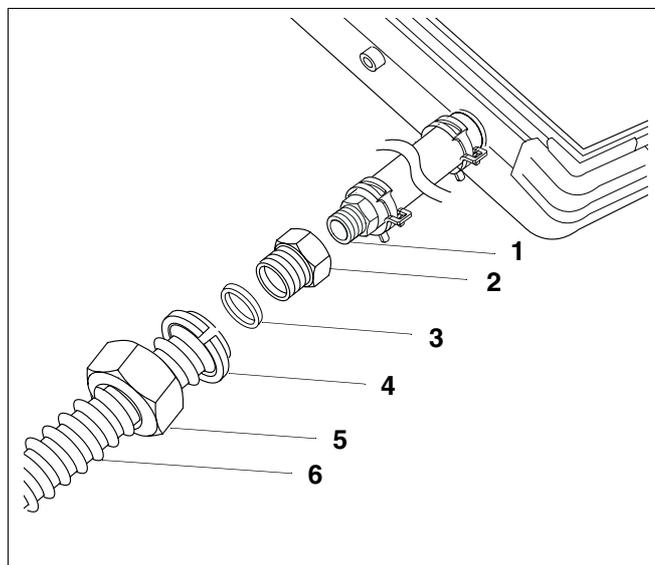

Fig. 4 Montage du flexible en inox sur le retour
- Vissez l'embout de réduction Rp $\frac{3}{4}$ × R1 (fig. 4, **pos. 2**) sur le raccord R $\frac{3}{4}$ (fig. 4, **pos. 1**).
- Placez le joint (fig. 4, **pos. 3**) dans l'écrou-raccord pré-monté Rp1 (fig. 4, **pos. 5**).
- Vissez l'écrou-raccord pré-monté sur le flexible en inox (fig. 4, **pos. 6**) Rp1 (fig. 4, **pos. 5**) sur l'embout de réduction Rp $\frac{3}{4}$ × R1 (fig. 4, **pos. 2**).